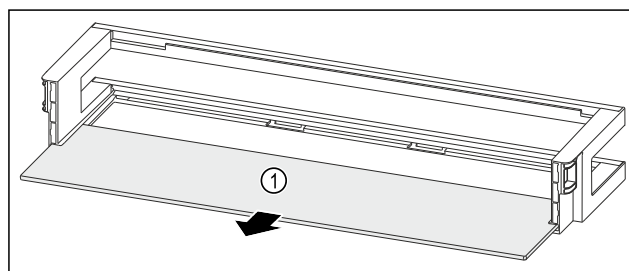

Fig. 221 Dveřní přihrádka s odkládací plochou
- Odkládací plochu Fig. 221 (1) odeberte.